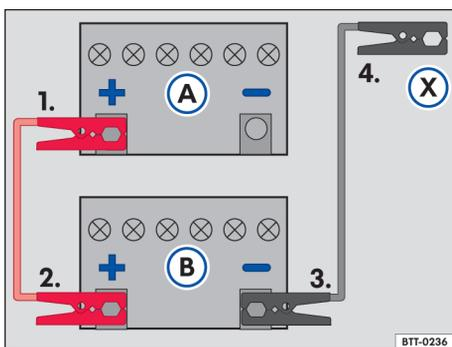

图 135 跨接起动时的跨接电缆连接方法：无电蓄电池 A 和供电蓄电池 B
- 将红色跨接电缆的一端连接到蓄电池 A（电量耗尽的汽车）的正极接线柱 ⇒ 图 135 (+) ⇒ 警告。
- 将黑色辅助起动电缆的一端连接到供电汽车的蓄电池 (B) 负极接线柱 (C) ⇒ 图 135。
- 在蓄电池电量耗尽的汽车上，将黑色辅助起动电缆的另一端 (X) 连接到拧入的前部牵引环上 ⇒ 第 194 页、或连接到一个与发动机缸体牢固连接的实心金属部件或发动机缸体上，但连接点不要离蓄电池 (A) 太近 ⇒ ▲。